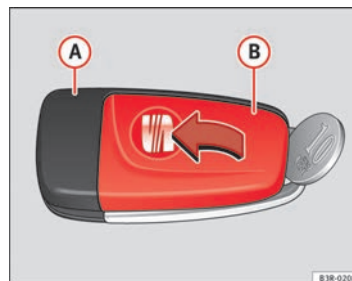

Fig. 69 Llave principal: Abrir la tapa
- Separe **con cuidado**, haciendo palanca con una moneda, la parte de la llave ⇒ fig. 69 (A) y la tapa (B).